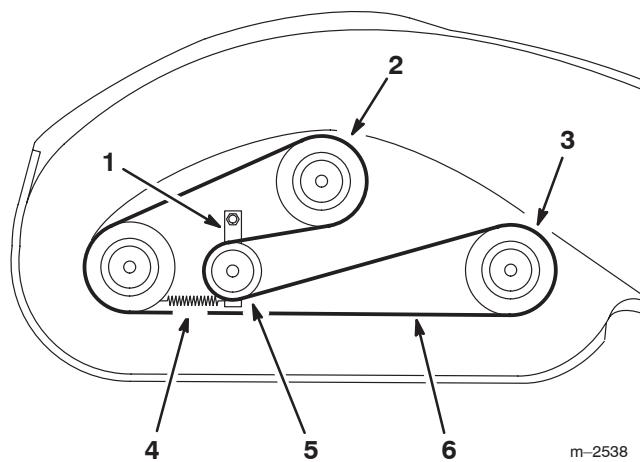

Bild 47
4. Haken Sie die Spannscheibenarmfeder aus, um die Feder am Spannscheibenarm und an der Spannscheibe zu entspannen. Entfernen Sie dann den abgenutzten Mähwerkriemen (Bild 47).
5. Legen Sie den neuen Mähwerkriemen um die äußere Spindelriemenscheibe, die Spannscheibe und in die untere Rille der mittlere Spindelscheibe (Bild 47).
6. Haken Sie die Feder wieder in den Spannarm ein (Bild 47).